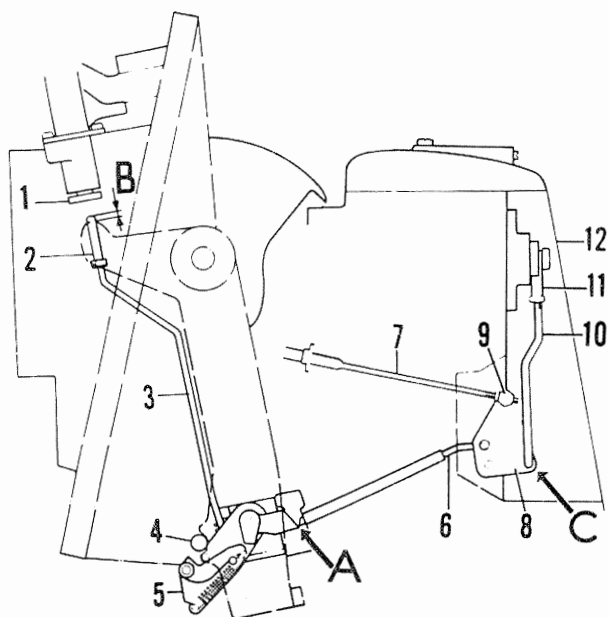

Figure 55 Transmission 250
Vérifiez une fois par saison et, si nécessaire, réglez la position de la tige 6, figure 55, par rapport au verrouillage en marche arrière (cote A) et la position de la tige-poussoir 3 (cote B) pour le déblocage du verrouillage en marche arrière par le dispositif de relevage. Le réglage se fait de la manière suivante:
1. Démontez le capot 12, figure 55, du carter supérieur de renvoi afin de pouvoir accéder au mécanisme de changement de marche. Placez le levier de manœuvre en position neutre.